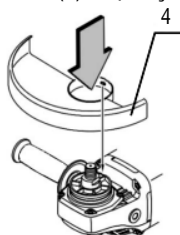

Fig. 3 – Montagem e posicionamento da capa de proteção
2. Solte o parafuso de aperto rápido (8), fig. 3;
4. Posicione a capa de proteção (4) de acordo com o trabalho a ser realizado;
5. Aperte o parafuso (8) na posição desejada.